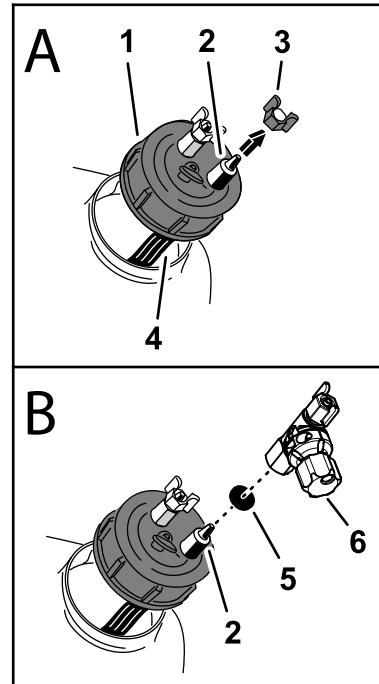

图 1
- 在泡沫标记水箱总成的末端找到黑色水箱盖图 1。
2. 旋开水箱盖从水箱上提起盖子高度应确保能够看到蓝色滤管图 1。
3. 从连接至水箱内的蓝色滤管的水箱盖接头上拆下蓝色压紧螺母图 1。
4. 如图 1 所示将盖装调节阀和垫片安装到水箱盖的接头上并调节阀门的位置。